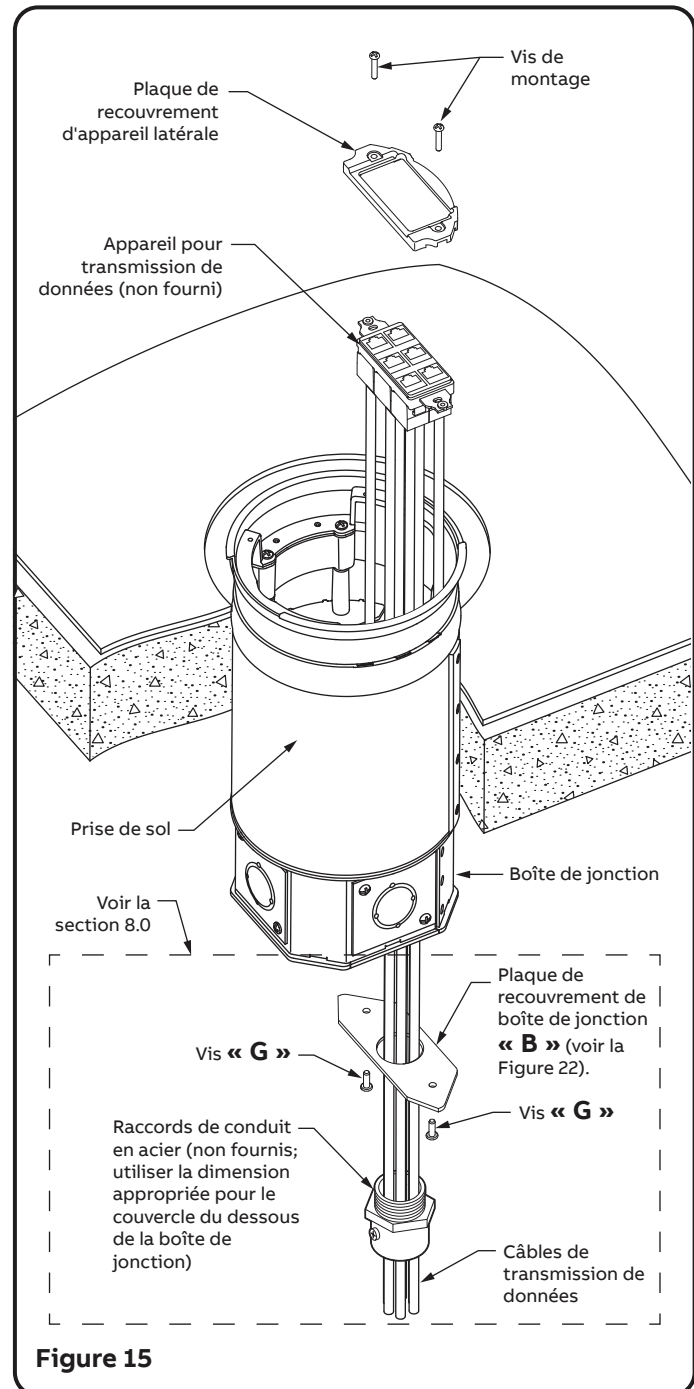

Figure 15
- 7.3 Tirer le câble de transmission de données à travers le raccord de conduit en acier, le trou dans la plaque du couvercle du dessous de la boîte de jonction et dans la boîte de jonction. Acheminer les câbles de transmission de données à travers le groupe sélectionné afin de les raccorder à la plaque de transmission de données. Les prises pour transmission de données peuvent déjà être terminées avant l'acheminement à travers la prise de sol. La plaque de recouvrement de la boîte de jonction peut être desserrée de la boîte de jonction lors de l'acheminement du câble. (Voir la Figure 15). **REMARQUE :** Si vous avez assigné (2) ou (3) groupes pour la transmission de DONNÉES, les couvercles E et D du dessous de la boîte de jonction peuvent être utilisés sur le dessous de la boîte de jonction (voir la Figure 19)
- 7.5 Fixer la (les) plaque(s) de transmission de données à la prise de sol. Utiliser les vis fournies avec la plaque de montage pour transmission de données. Les vis doivent passer à travers les trous des couvercles de l'appareil, les trous de la plaque de montage pour transmission de données et vissées dans les trous taraudés de la plaque de montage de l'appareil. (Voir les Figures 15 et 16).